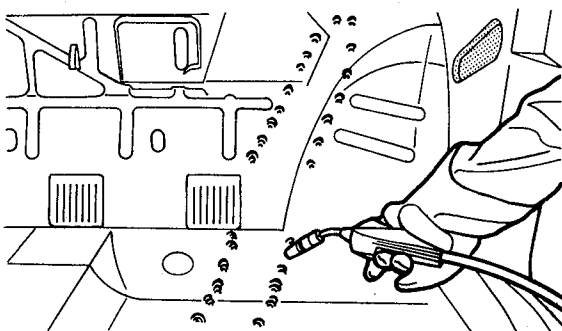

fig. 98
8. Soldar a longarina dianteira e saia do pára-lama ao painel de fogo e painel do assoalho, pelo interior do veículo, preenchendo os furos com solda (fig. 98)